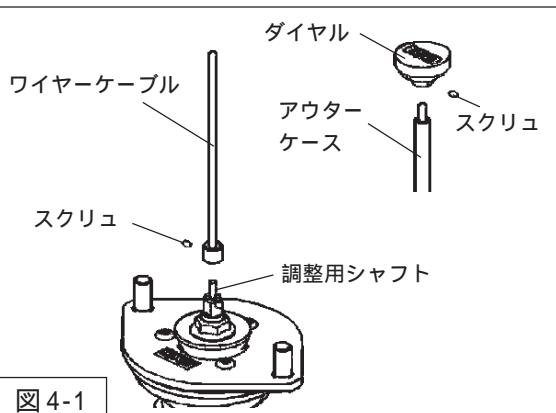

図 4-1
- 減衰力調整ケーブル（同梱品）からダイヤル・アウター ケースを取外してください。（図 4-1）
- ワイヤーケーブルをリアダンパーASSY（同梱品）先端の調整用シャフトに取付けてください。（図 4-1）